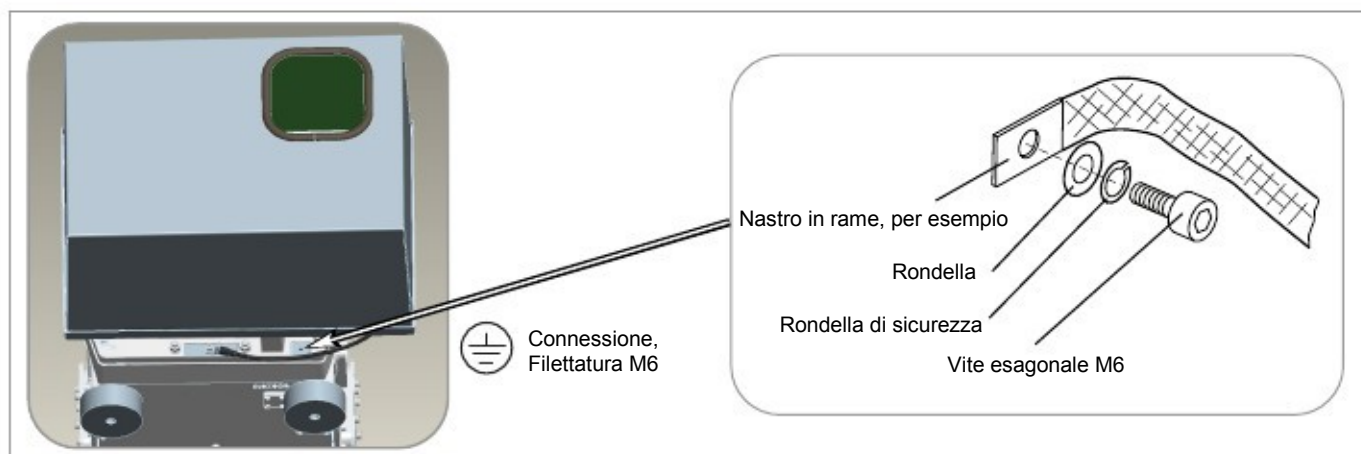

Fig. 3.13 Stabilire la compensazione del potenziale sul corpo della pompa
- Tenere i cavi di terra il più corti possibile. **Il convertitore di frequenza produce correnti di dispersione** (tipicamente inferiori a 10 mA). Nel caso di alimentatori di rete non bilanciati, la corrente di dispersione può superare 10 mA. In questo caso il conduttore di protezione di terra deve presentare una sezione trasversale di almeno 10 mm2. In alternativa collegare un ulteriore conduttore di protezione di terra avente almeno la stessa sezione trasversale del cavo di collegamento. È previsto un punto per questa connessione, vedi Fig. 3.13.
Collegare il conduttore di compensazione del potenziale, come indicato nella Fig. 3.13.